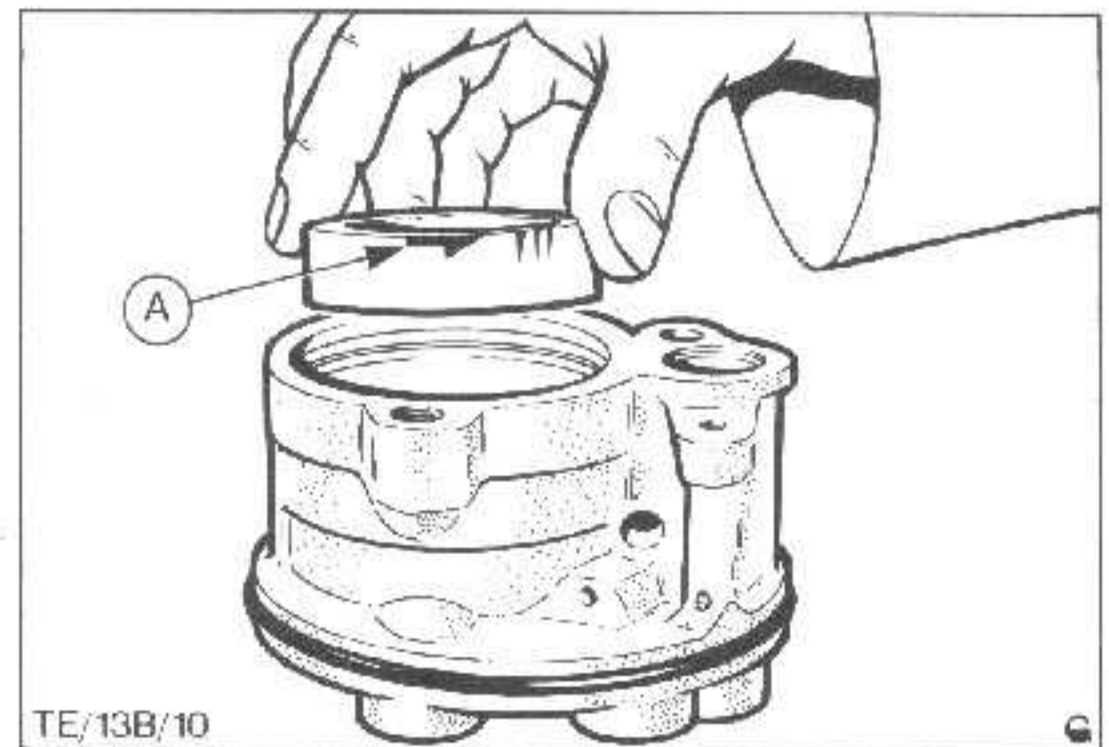

Abb.60 Einsetzen des Pumpenringes
20. Pumpenring auf Paßstifte aufsetzen. Pfeil am Ring muß nach oben zeigen, Abb.60.